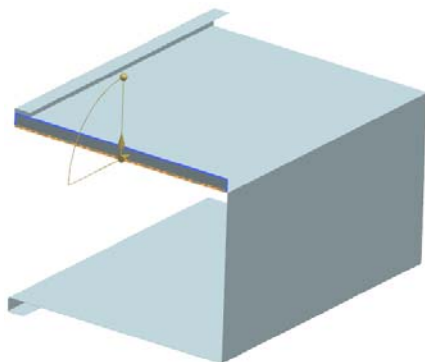

图 11-197 选择弯边
(2) 设置“宽度选项”为完整，“长度”为 15，“角度”为 90，“参考长度”为“外部”，“内嵌”为“材料外侧”，在“折弯止裂口”和“拐角止裂口”下拉列表框中选择“无”。
(3) 选择弯边，同时在视图区预览显示所创建的弯边，如图 11-197 所示。